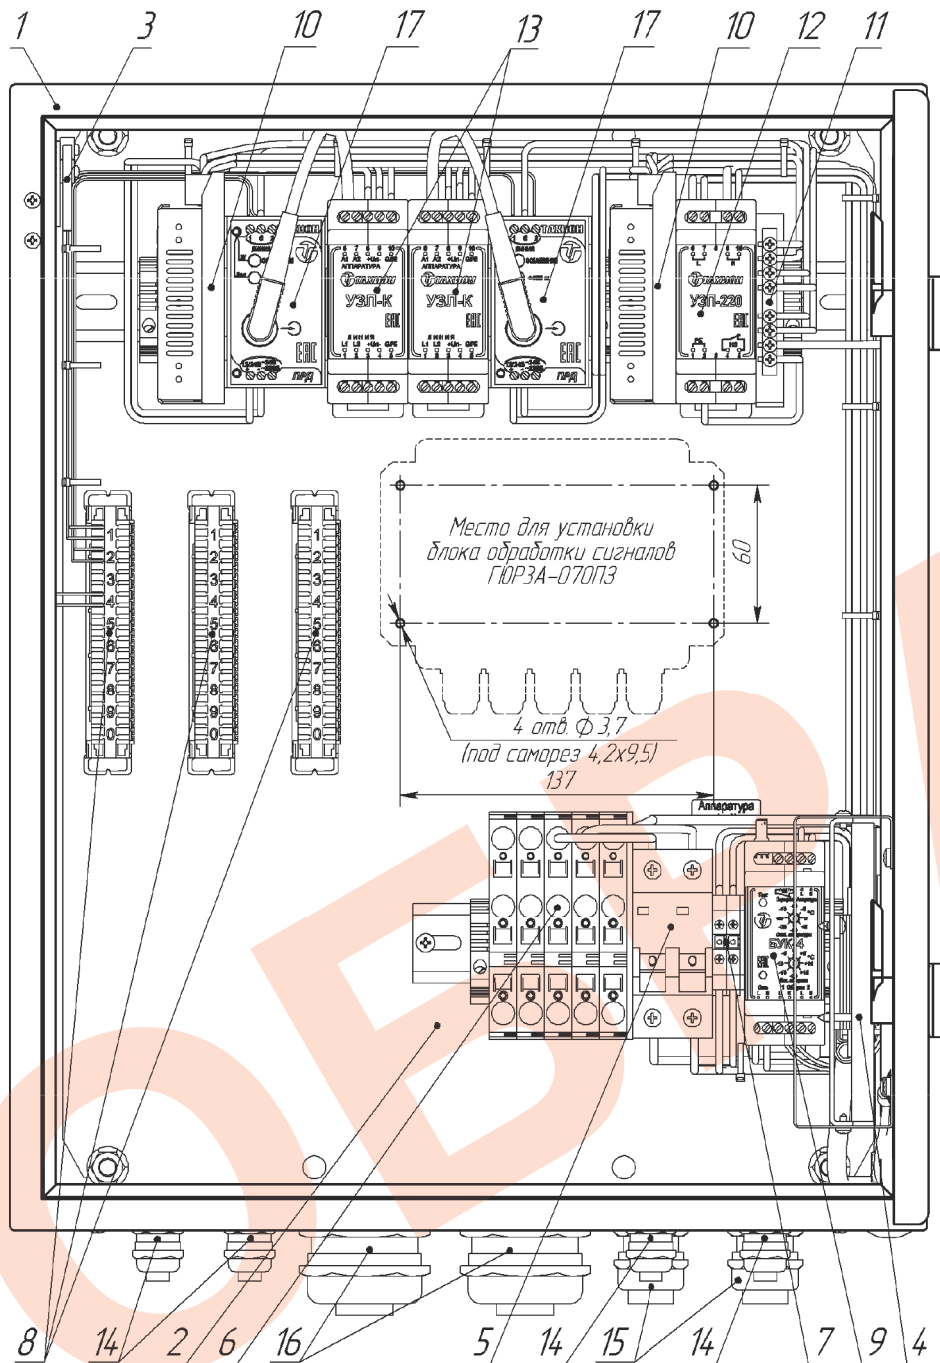
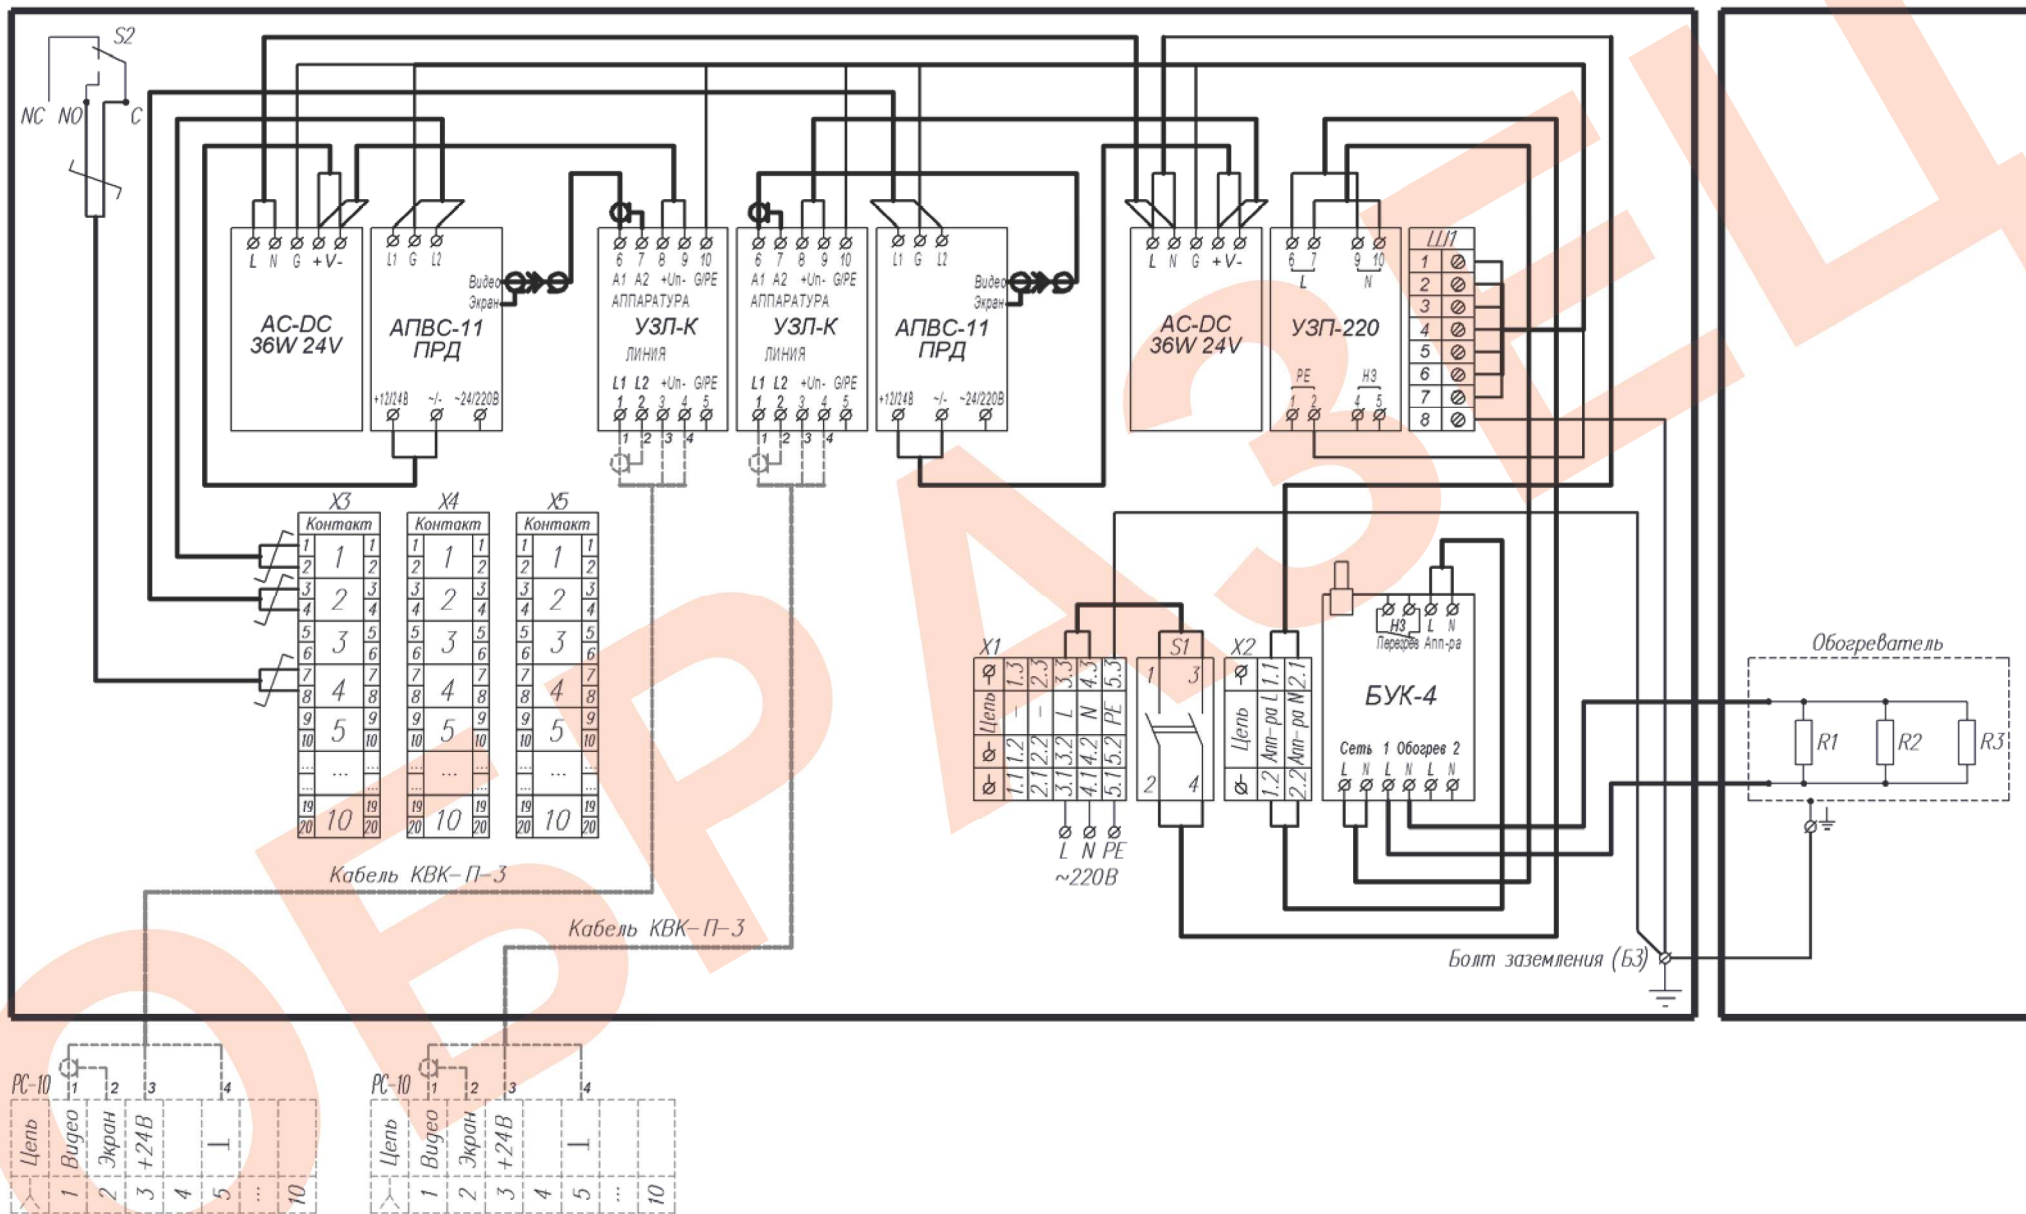

Рис. 2. Устройство термошкафа (дверь открыта на 90°).
Рис. 1 Схема электрическая принципиальная.
Подключение цепей термошкафа производится в соответствии со схемой электрической принципиальной (рис.1). Для подключения необходимо:
3. Подключить к термошкафу стационарные телевизионные камеры (ТВК), подключив их к УЗЛ-К с помощью кабелей КВК-П-3 и разъемов РС-10 согласно схеме (рис.1).
- тамперный контакт S2 (рис.2) к внешнему устройству сигнализации через контакты 7 и 8 (4-я пара) плиты X3 (рис.1).
5. Подать напряжение питания 220В AC на клеммы X1, при этом фазный провод (L) соединить с контактом 3.1, нулевой провод (N) с контактом 4.1, а провод заземления соединить с контактом 5.1 (PE).